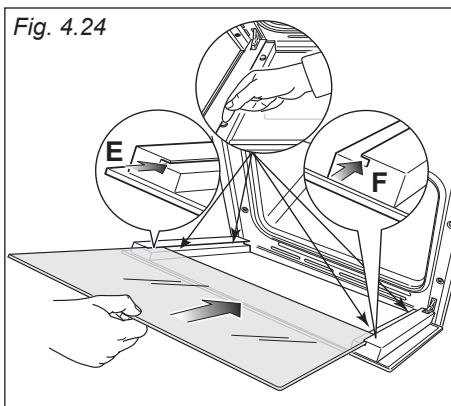

Fig. 4.25
- Inserire il vetro nelle guide "E" ed "F" (fig. 4.24) e farlo scorrere dolcemente fino ai fermi "H" (fig. 4.25).